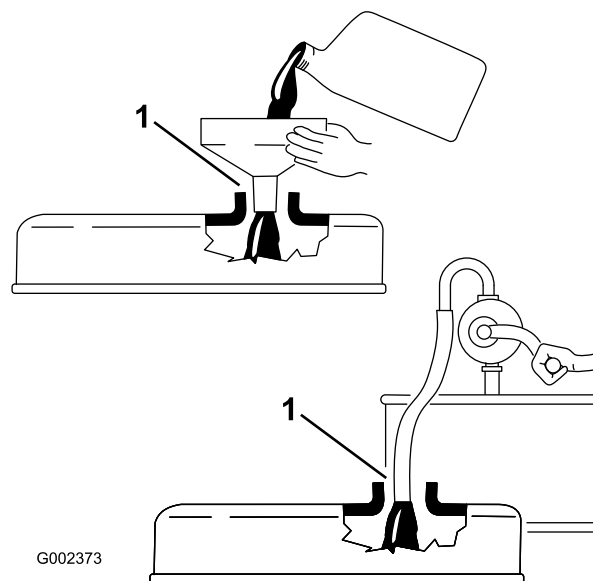

Figura 17
3. Se il livello dell'olio è basso, togliete il tappo di rifornimento (Figura 17) e versate dell'olio fino a portarne il livello alla tacca Full sull'asta.
Importante: Quando rabboccate l'olio motore o effettuate un riempimento, lasciate uno spazio tra il dispositivo di versamento dell'olio ed il foro di riempimento nel coperchio della valvola, come illustrato nella Figura 17. Questo spazio è necessario per consentire lo sfogo